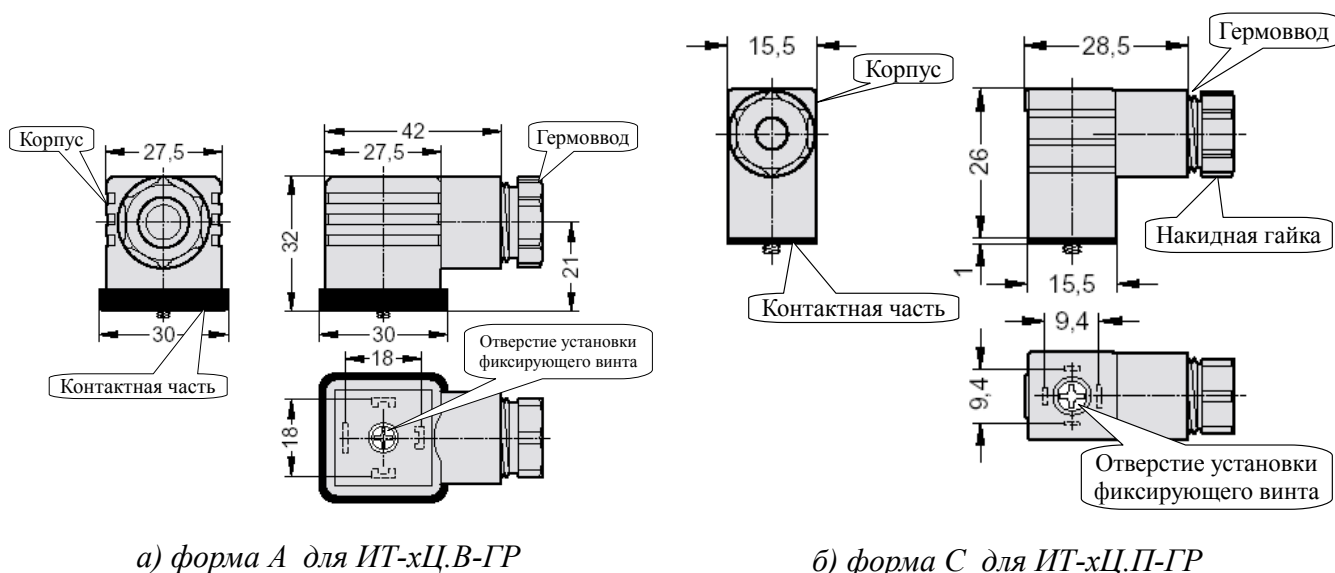
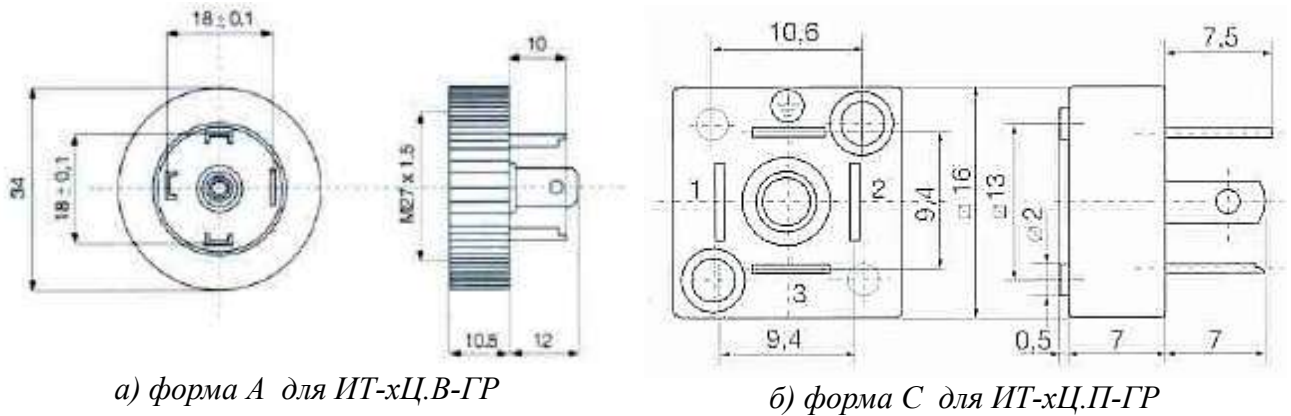

Рисунок 2 - Соединитель электрический DIN 43650 (ISO 4400)
Рисунок 3 - База для соединителя электрического DIN 43650 (ISO 4400)
- Отвернуть и вынуть фиксирующий винт электрического соединителя (**Рисунок 2**). Снять соединитель с базы (**Рисунок 3**) и выдвинуть его контактную часть, толкая хвостовик в отверстие установки фиксирующего винта.